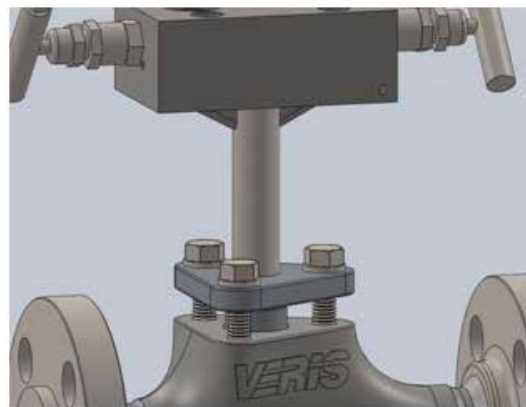

Figure 10. Installation finale des boulons de garniture
- Serrez progressivement les boulons les uns après les autres jusqu'à ce que chacun des trois boulons atteigne un couple de 7,9 N-m (70 po-lb), conformément à la figure 10.